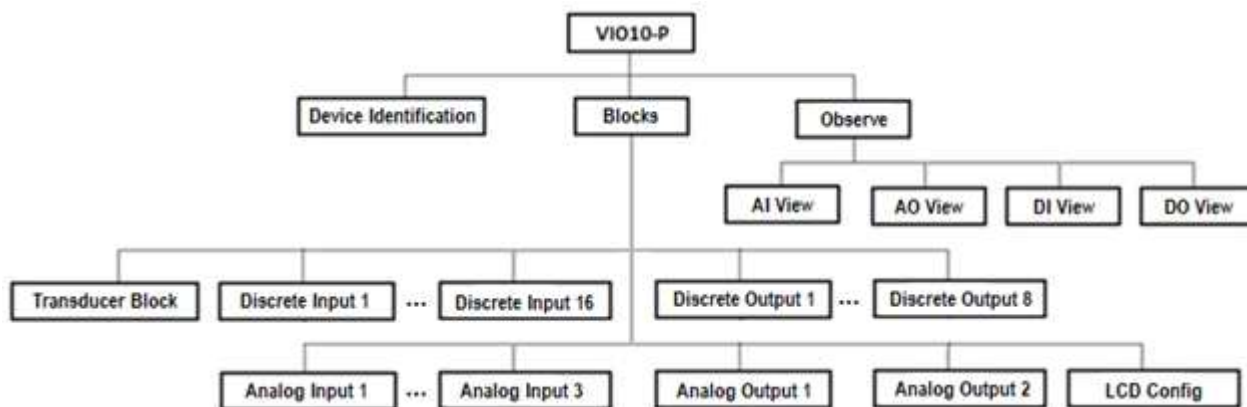

Figura 3.6 – Árvore de programação da VIO10-P.
A árvore de programação é uma estrutura em forma de árvore com um menu de todos os recursos de software disponíveis, como mostrado na Figura 3.6.
A figura a seguir mostra uma tela do DTM da VIO10-P utilizando a interface VCI10-UP da Vivace com o PACTware®. Note que o diretório com os menus disponíveis para o DTM (*OnLine Parameterize*) segue o formato da árvore de configuração exibida no item 3.6 (figura 3.6).